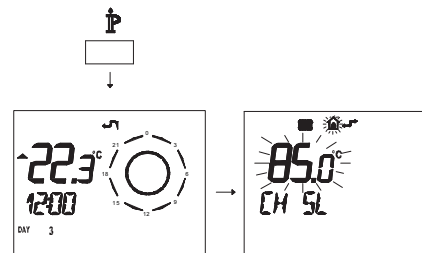

Figura 5.34
- Pulse durante más de 3 segundos el botón IP para entrar en la modalidad **INFO** (Figura 5.34).